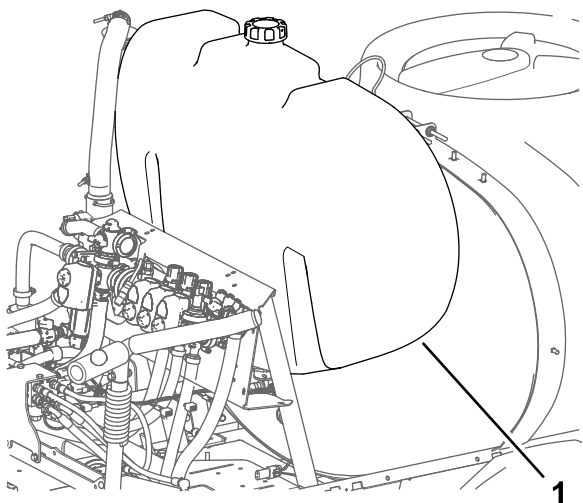

Figura 13
1. Monte el depósito de enjuague en la máquina según se muestra en Figura 13.